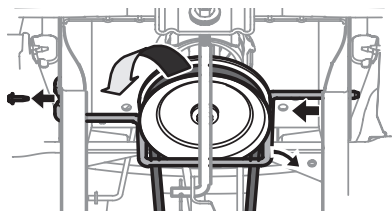

Figure 38
4. Pour **relever** l'avant du plateau de coupe, desserrez l'écrou supérieur, puis resserrez l'écrou inférieur (tournez vers la droite). Voir Figure 38. Une fois le réglage approprié effectué, serrez l'écrou supérieur à un couple de 25-30 pi-lb (33,9-40,7 N-m).
5. Pour **abaisser** l'avant du plateau de coupe, desserrez l'écrou supérieur, puis l'écrou inférieur (tournez vers la gauche). Voir Figure 38. Une fois le réglage approprié effectué, serrez l'écrou supérieur.
5. Retirez le boulon fixant la tige de retenue de la poulie du moteur au châssis. Voir Figure 38.